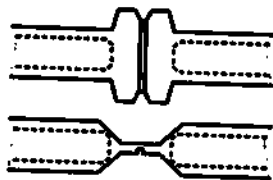

Рис. 3
4. После погасания индикатора подачи ВЧ электромагнитного поля через 0,5-1 с отпустите рычаг ВЗГ, извлеките магистраль из рабочей зоны и проконтролируйте качество запавивного шва на соответствие рис. 3.